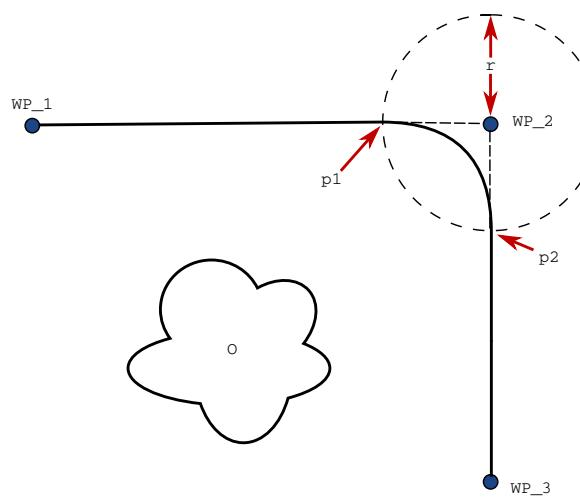

Figura 16.3: União WP\_2 com raio  $r$ , posição da união inicial em  $p_1$  e posição da união final em  $p_2$ . O é um obstáculo.
**Parâmetros de união** Além dos pontos de rota, vários parâmetros influenciarão a trajetória da união (consulte a figura 16.3):